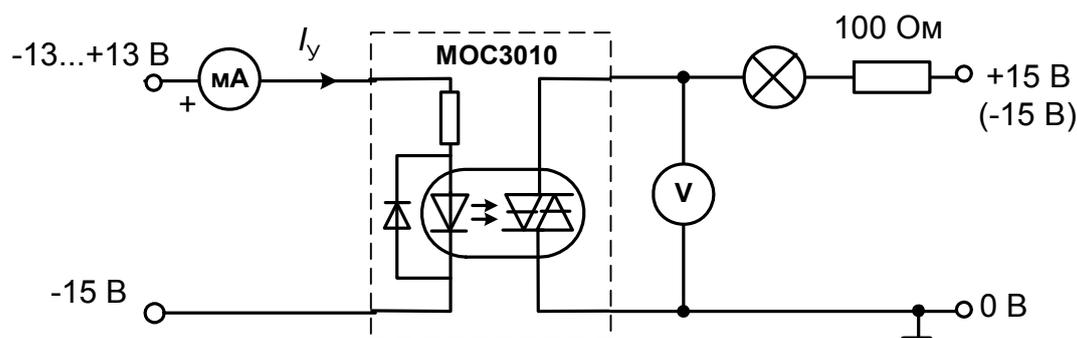

Рис. 7.6. Принципиальная схема симисторной оптопары
- Соберите цепь (рис. 7.6) для определения открывающего тока управления ($I_{откр.у}$) и остаточного напряжения ($U_{ост}$) симисторной оптопары. После проверки схемы преподавателем подайте питание на панель выключателем «СЕТЬ».